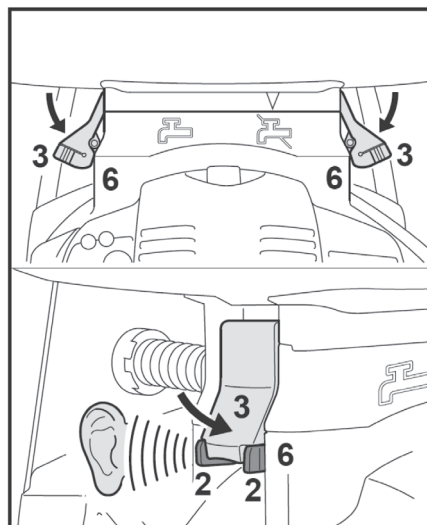

Рис. 36
- Націсніть на зашчепку (3), пакуль краї зашчепки (2) не встануть на своє місце (6) з характерною пастушкою (рис. 36).